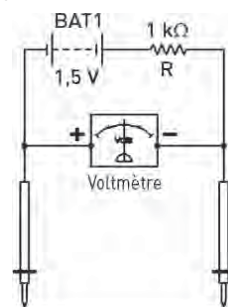

Figure 13. — Montage pour mesurer un transistor en place dans un circuit.
*cuit*, sans le dessouder, (figure 13). À vide, le voltmètre mesure la tension de la pile, soit 1,5 volt.